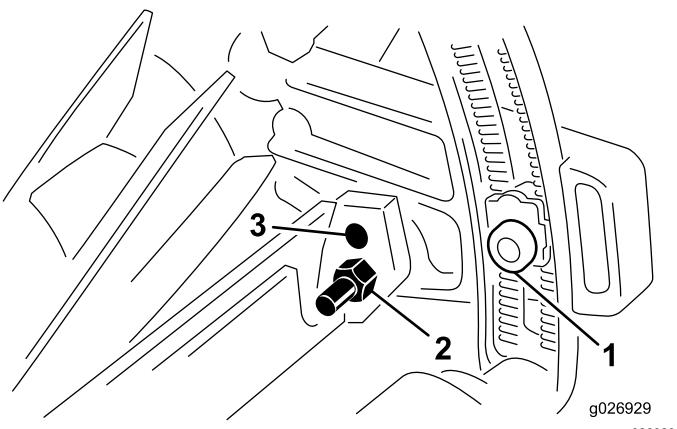

図 7
1. ローラブラケット内部で調整ナットを固定しているキャップスクリュをゆるめる図 7。